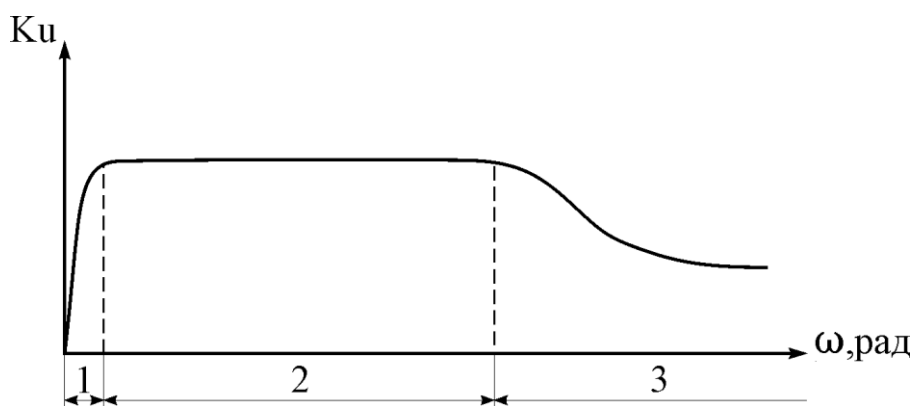

Рисунок 6.2 – Амплитудно-частотная характеристика усилителя
- *амплитудно-частотная характеристика (АЧХ)* отражает зависимость амплитуды выходного сигнала от частоты  $U_{\text{вых}} = f(\omega)$  (рис.6.2). В реальных усилителях из-за наличия паразитных емкостей и индуктивностей различные частоты усиливаются неодинаково;
*Частотные искажения* вызваны изменением коэффициента усиления на различных частотах, их причиной являются реактивные элементы (конденсаторы, катушки индуктивности, ёмкость *p-n* переходов, ёмкость монтажа и т.д.). Частотные искажения можно оценить по АЧХ (рис.6.2). При средних частотах коэффициент усиления практически не зависит от частоты (рис.6.2 участок 2). В области низких частот наблюдается «завал» частотной характеристики (участок 1), обусловленный сопротивлением разделительных конденсаторов, включенных последовательно во входную и выходную цепи